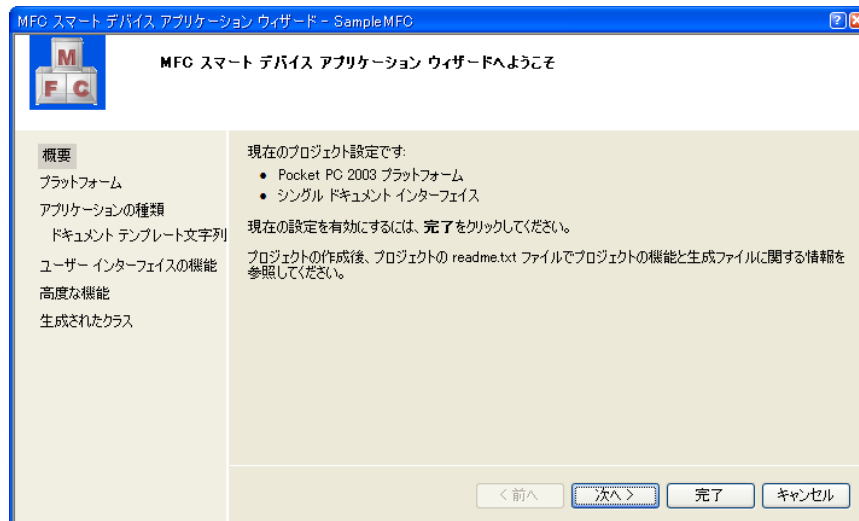

図 4-4-1-2. アプリケーションウィザード
- ⑥ [選択された SDK]に[ASP G2MP SDK Release]を追加します。Algo Smart Panel でのみ動作するアプリケーションの場合は、[ASP G2MP SDK Release]のみを選択します。(図 4-4-1-3)